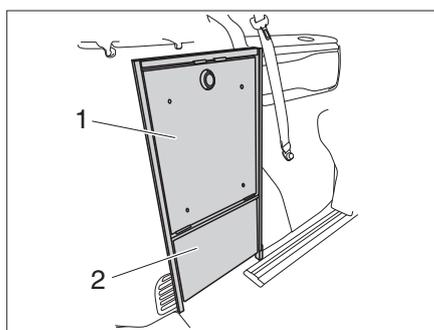
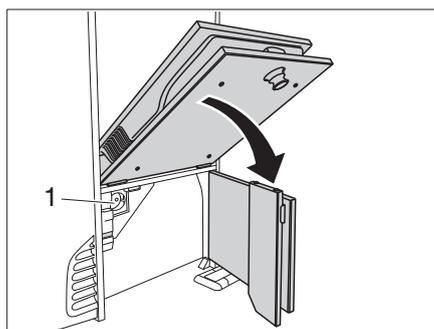

Fig. 28 Sportelli di accesso
Fig. 30 Sportello di accesso al campo di cottura ad induzione
Il campo di cottura ad induzione del VANSTER si trova sotto il relativo sportello di accesso (Fig. 28,1) sul lato sinistro del veicolo.
- Aprire lo sportello di accesso all'alimentazione elettrica (Fig. 28,2).
- Aprire lo sportello di accesso al campo di cottura ad induzione (Fig. 28,1) e ribaltarlo verso il basso (Fig. 30).
- Inserire la spina di rete del campo di cottura ad induzione nella presa (Fig. 30,1).